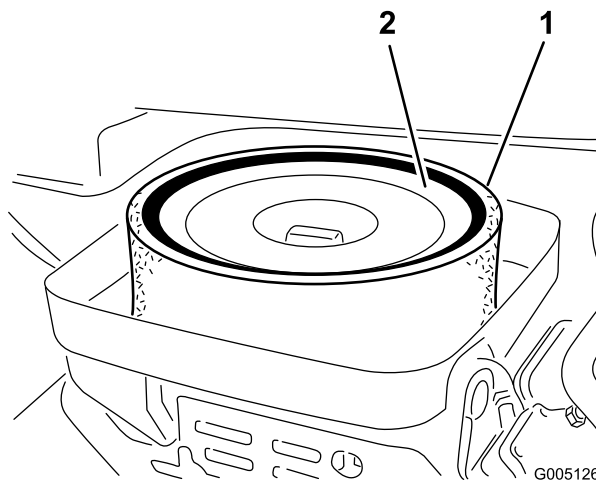

Figura 44
3. Se o elemento de esponja se encontrar sujo, deverá retirá-lo do elemento de papel (Figura 44). Limpe cuidadosamente da seguinte forma: